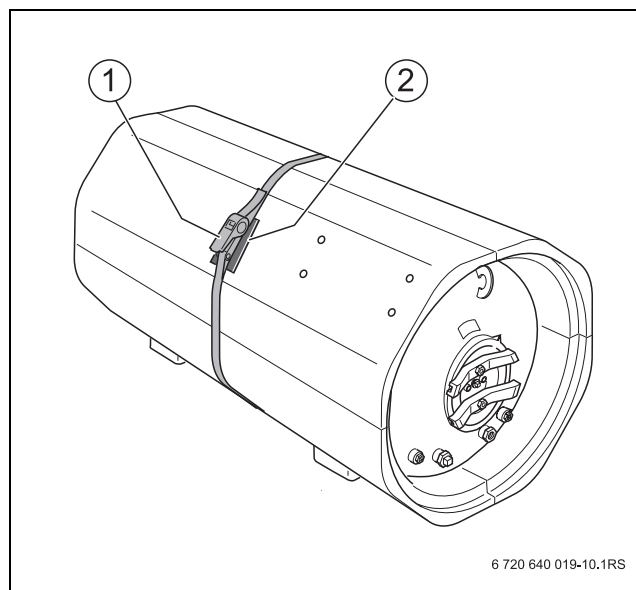
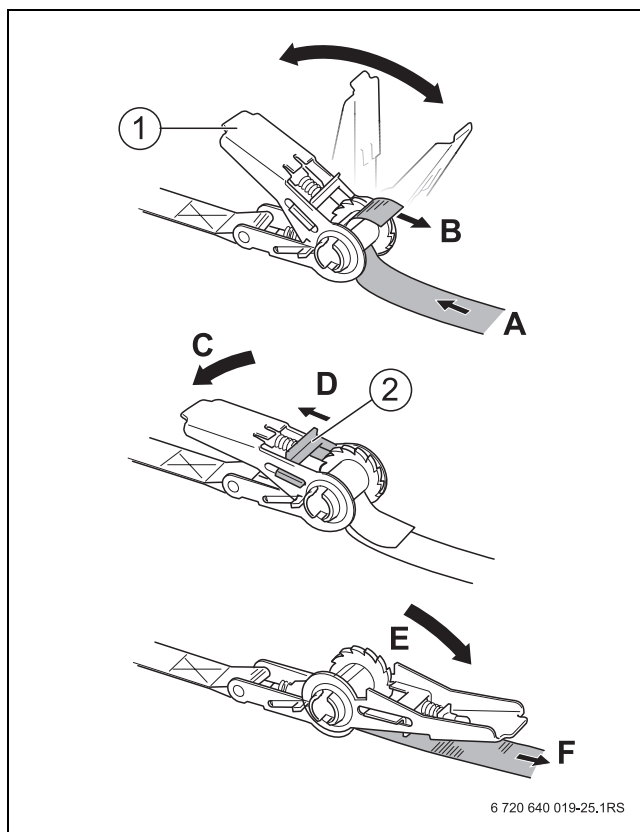

Рис. 12 Стягивание лентой
Рис. 13 Зажатие натяжного устройства
- Положите стяжную ленту вокруг четырёх сегментов и затяните её натяжным устройством (→ рис. 12, стр. 19 и рис. 13, стр. 20).